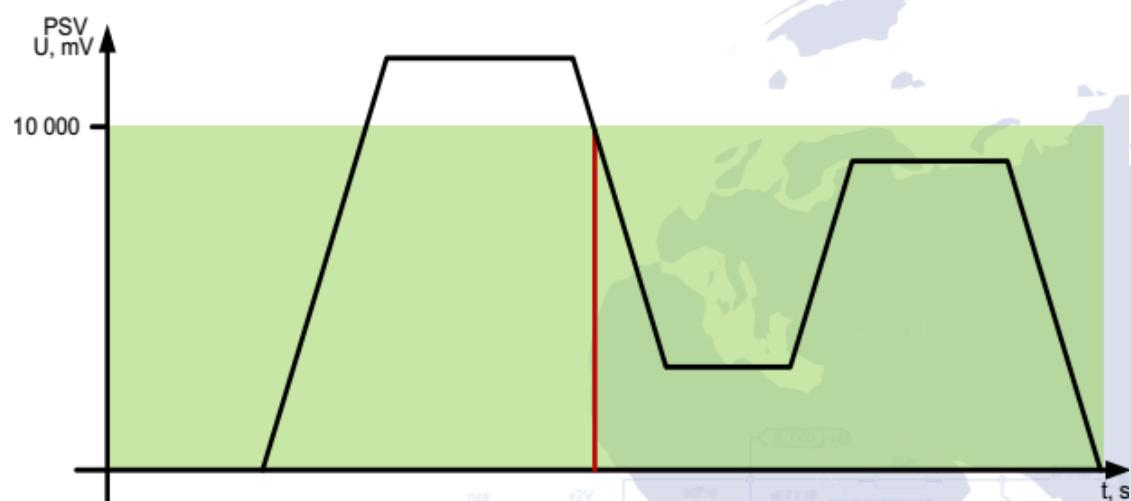

Рис. 7. Генерация события по возврату в диапазон.
– 10 В (10000 мВ). При понижении напряжения ниже 10 В будет сгенерировано событие (рисунок 7).